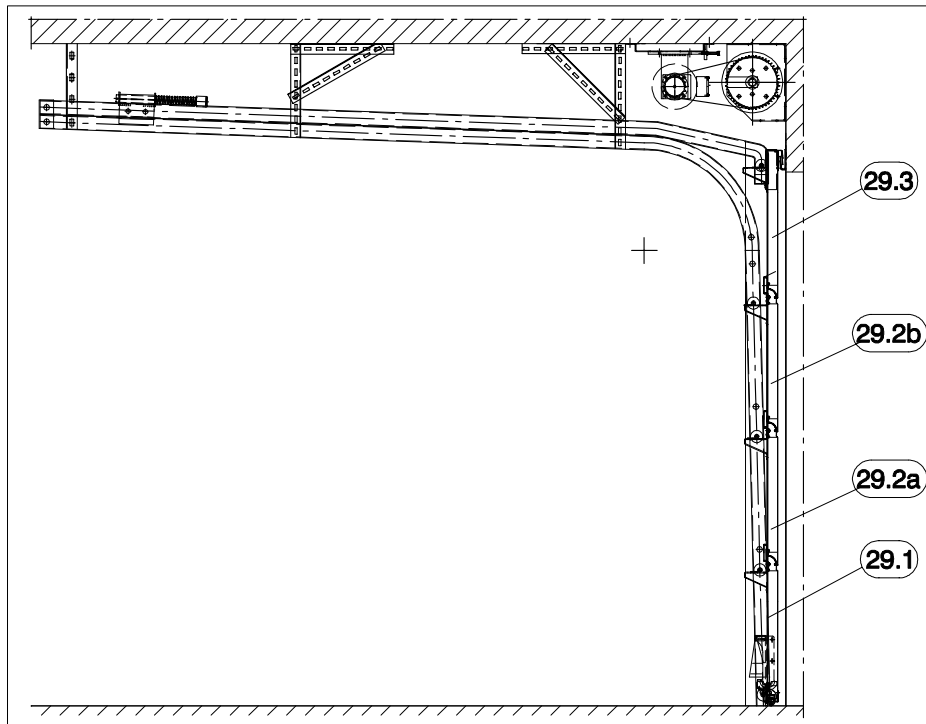

Abb. 12
- Bodensektion (29.1) in die Öffnung stellen und seitlich vermitteln (s. Abb.12.)